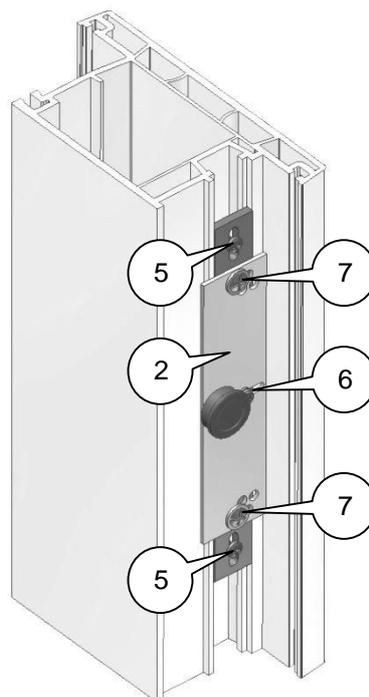

Рис.3 Установка ригеля в паз профиля двери
6. Установить пластину с ригелем **2** в паз профиля двери (рис.3), так, чтобы ролик находился по центру канала защёлки и зафиксировать её шурупами **5**.